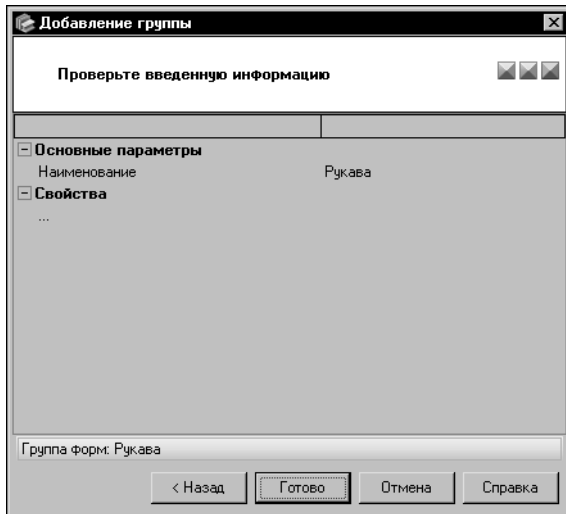

Рис. 6.13. Мастер добавления группы: шаг 3
5. В окне третьего шага мастера (рис. 6.13) проверьте правильность введенных сведений.